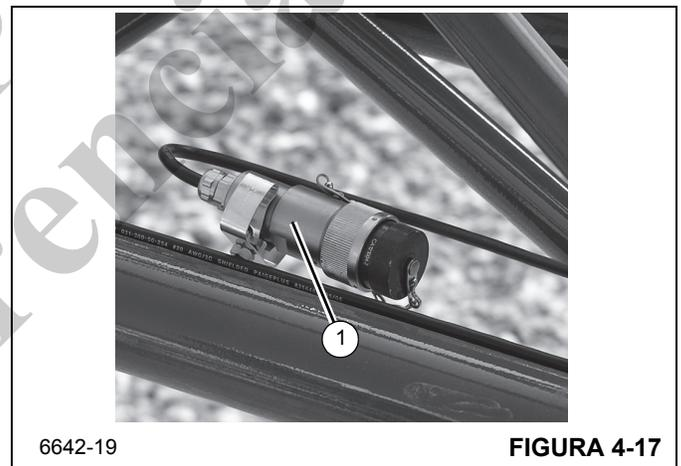

FIGURA 4-17
c. Dirija el cable a través de la extensión de pluma y almacene el conector (1, Figura 4-17).